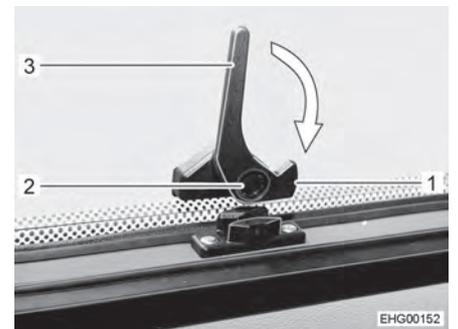

Fig. 42 Levier de verrouillage, bas, (position "Ouvvert")
- Appuyer sur le bouton de sécurité (Fig. 42,2) sur le levier de verrouillage du bas (Fig. 42,3) et le maintenir enfoncé.
- Tourner le levier de verrouillage du bas (Fig. 42,3) d'un quart de tour en direction du cadre de la fenêtre jusqu'à ce que le tenon de verrouillage (Fig. 42,1) s'enclenche.